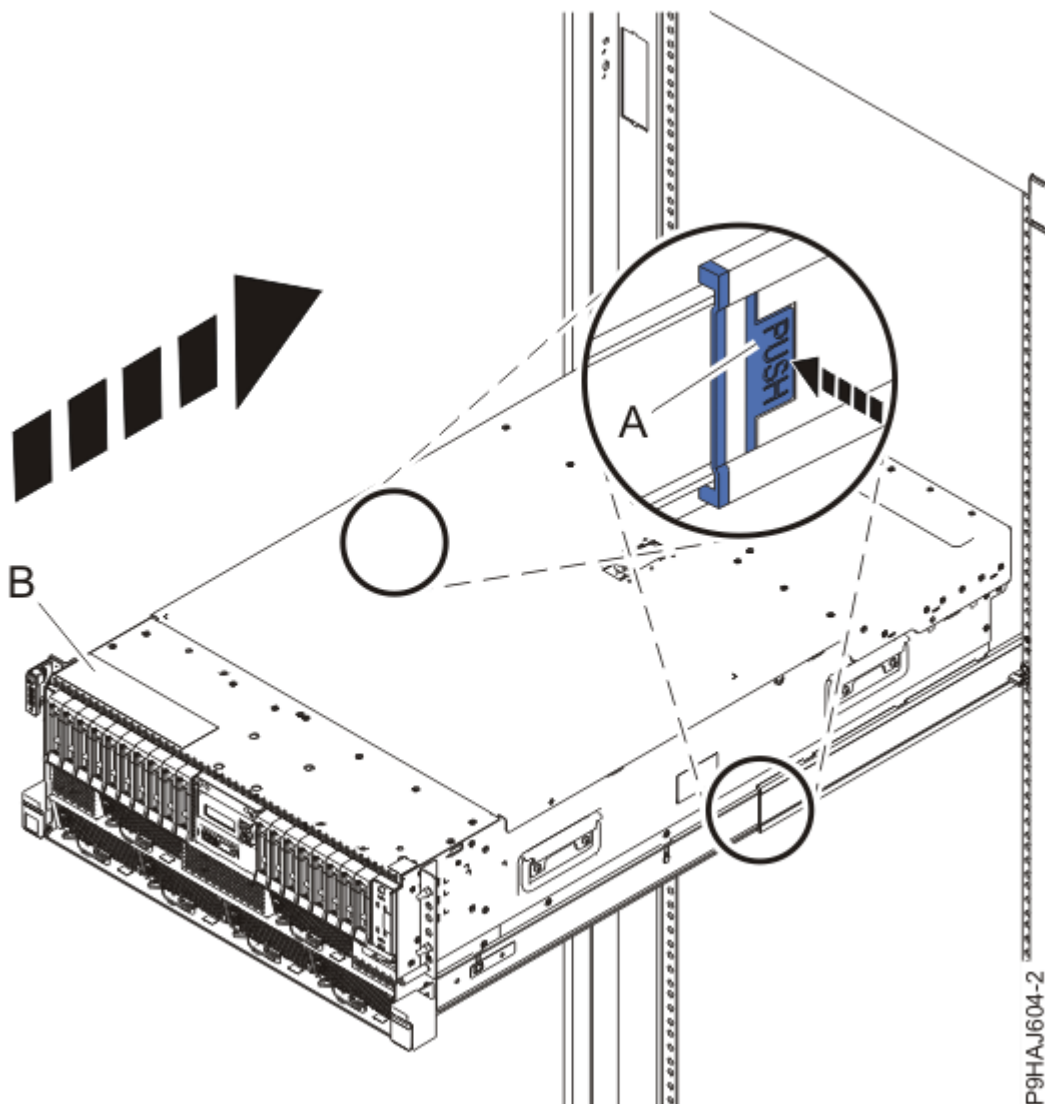

図 17. システムの操作位置への設置
3. ラック・マウント型システムの場合、青色のレール安全ラッチ **(A)** を、24 ページの図 17 に示されているように内側に押してアンロックします。